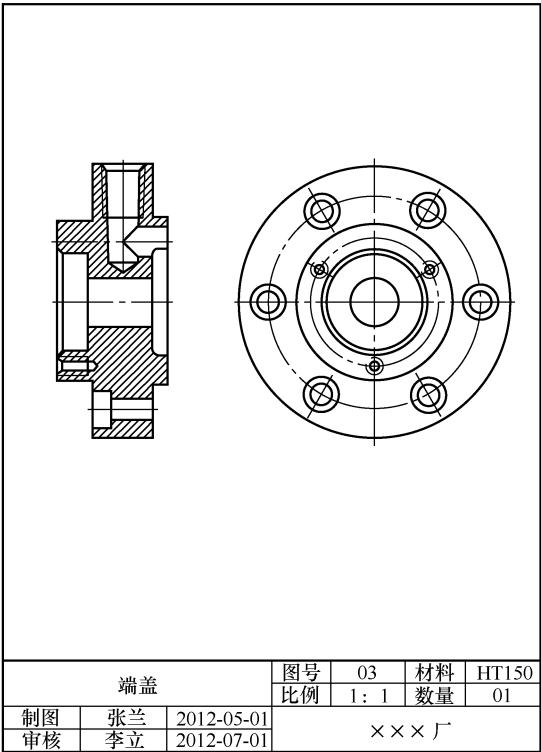

图 11-31 插入 A4 图框
Step 2 移动图框：调用菜单栏“修改”→“移动”命令，将A4图框移动到合适位置。插入A4图框，如图11-31所示。